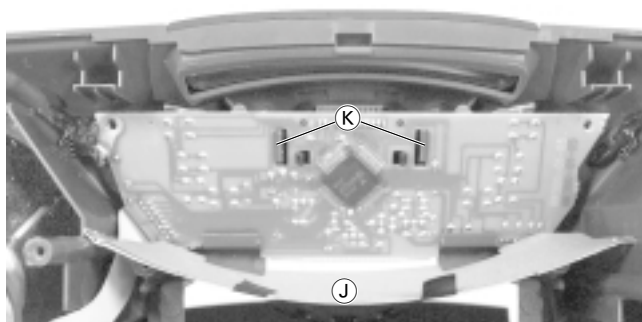

Fig. 7
- 2 Schrauben (H) heraus-schrauben (Fig. 7).
- 2 Rastnasen (K) (Fig. 7) ausrasten und die Leiterplatte herausnehmen.
- Undo 2 screws (H) (Fig. 7).
- Unhook 2 catches (K) (Fig. 7) and remove the PCB.